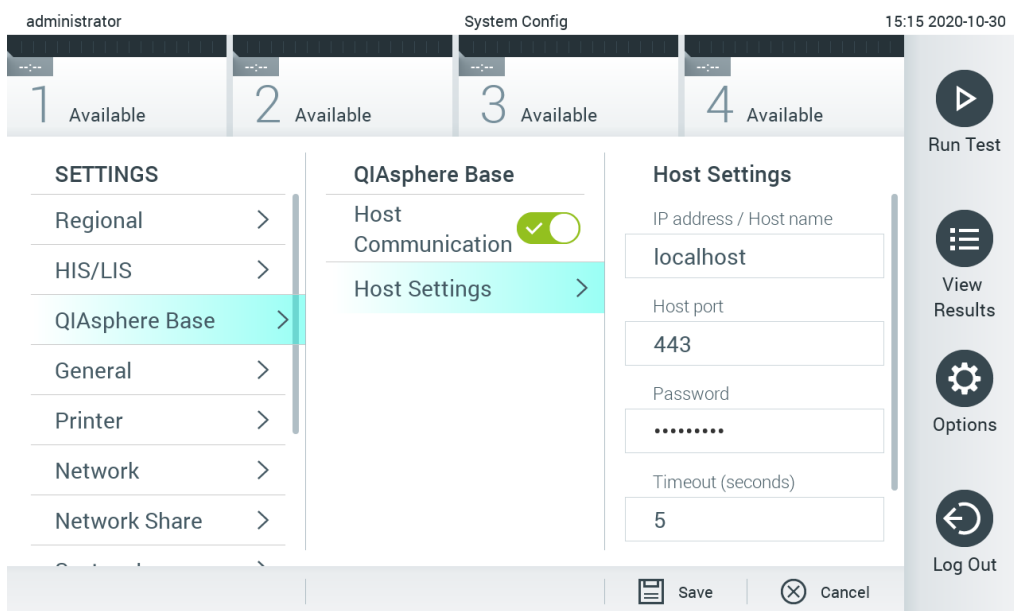

Figura 66. Configurar a conexão do QIASphere Base
2. Selecione QIASphere Base a partir da lista de configurações na coluna esquerda (Figura 66).